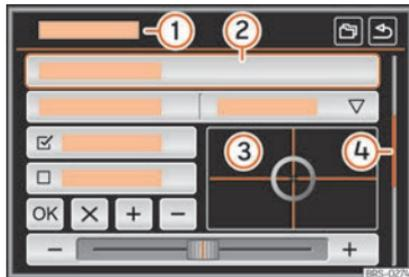

Fig. 204 Vue générale de certaines touches de fonction à l'écran.
Les boutons de fonction permettent d'activer des fonctions ou d'ouvrir des sous-menus. Dans les sous-menus, le menu actuellement sélectionné est indiqué dans la ligne d'en-tête » » fig. 204 ①.